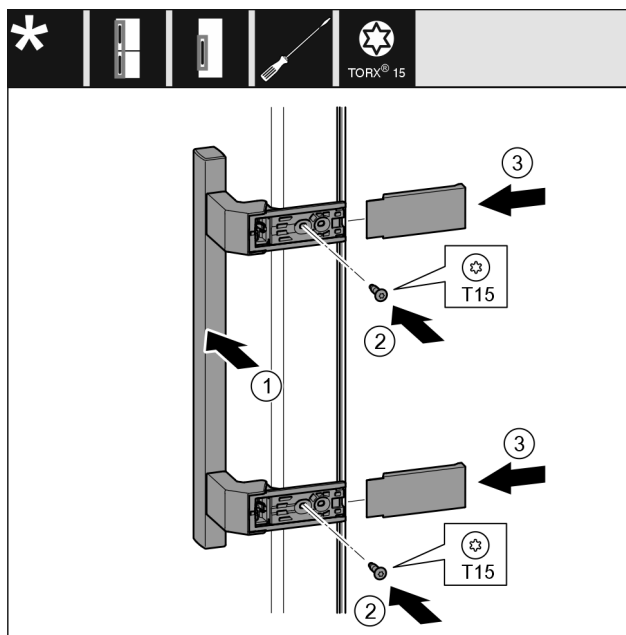

Fig. 20
- Встановіть ручку Fig. 20 (1) з протилежного боку.
- За допомогою викрутки закрутіть гвинти Fig. 20 (2).
- Встановіть кришки Fig. 20 (3) збоку та посуньте їх.